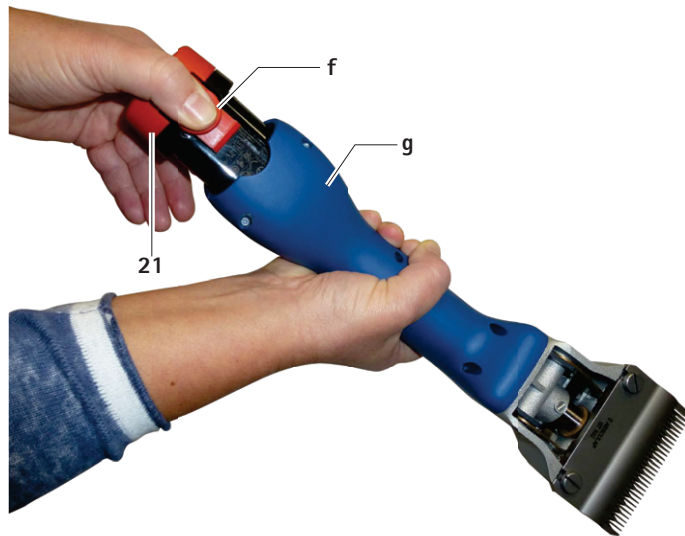

Fig. 1
- Håll den batteridrivna klippmaskinen **g** med klipp huvudet riktat nedåt så att det uppladdningsbara litiumjon-batteriet **21** inte faller av när det lossnar, se Fig. 1.